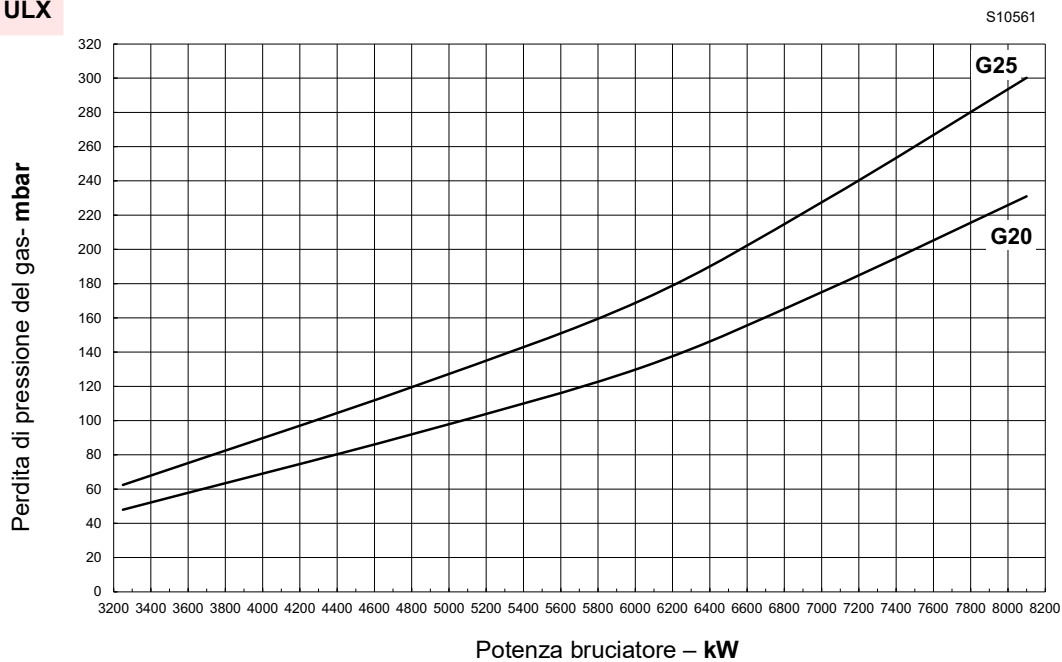
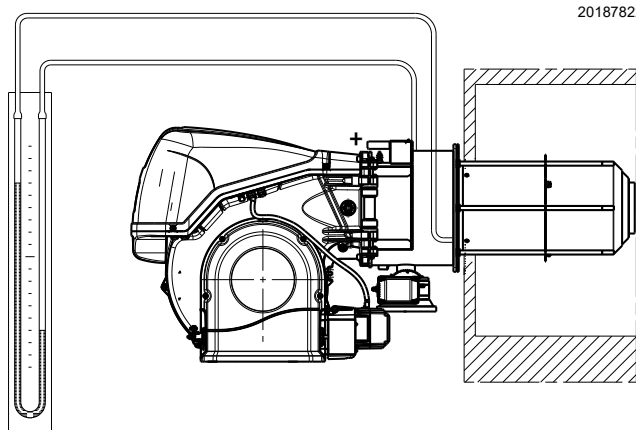

Fig. 26
Fig. 29
- Inserire il valore in mbar (Fig. 25 e Fig. 26) e leggere la potenza corrispondente sulla linea.
- Montare un manometro a U o un manometro di tipo differenziale (Fig. 29), con presa (+) sulla pressione del gas del manicotto e (-) in camera di combustione. Serve a ricavare approssimativamente la potenza MAX del bruciatore mediante le Fig. 24 e Fig. 26 a pag. 27.
Misurare la portata del gas al contatore. A titolo orientativo può essere ricavata dalle Fig. 24 e Fig. 26 a pag. 27, basta leggere la pressione del gas sul manometro a U (illustrato in Fig. 29 a pag. 30) e seguire le indicazioni.